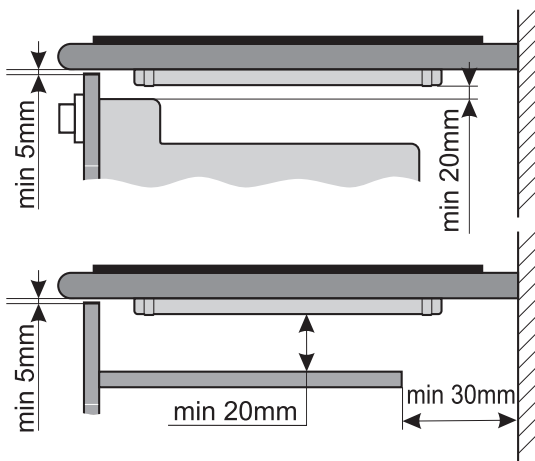

Рис. 4
5. Аккуратно вставить стол в проем и закрепить четырьмя шурупами с шайбами. Минимальное расстояние от стола до навесных шкафов сверху - 850 мм. Минимальное расстояние от стола до вытяжки - 700 мм. Стена за столом должна быть облицована огнеупорным материалом. Если после установки стола в рабочее положение его нижняя часть (защитный кожух) является доступной, его необходимо закрыть панелью (доской, ДСП, ДВП и т.д.). При установке панели необходимо обеспечить минимальные воздушные зазоры согласно рис. 4.